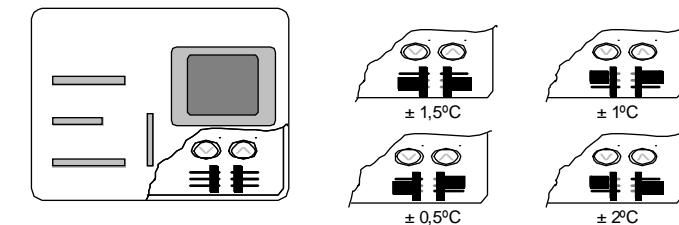

Fig. 2 / Abb. 2
- Pour passer de degrés Celsius à degrés Fahrenheit, couper la résistance apparaissant sur la Figure 2.
- Zum Wechseln von Celsiusgraden zu Fahrenheitgraden, muß der Widerstand, der in Abb. 2 erscheint, unterbrochen werden.
- Para pasar de grados Celsius a Fahrenheit, cortar la resistencia que se muestra en la Fig. 2.